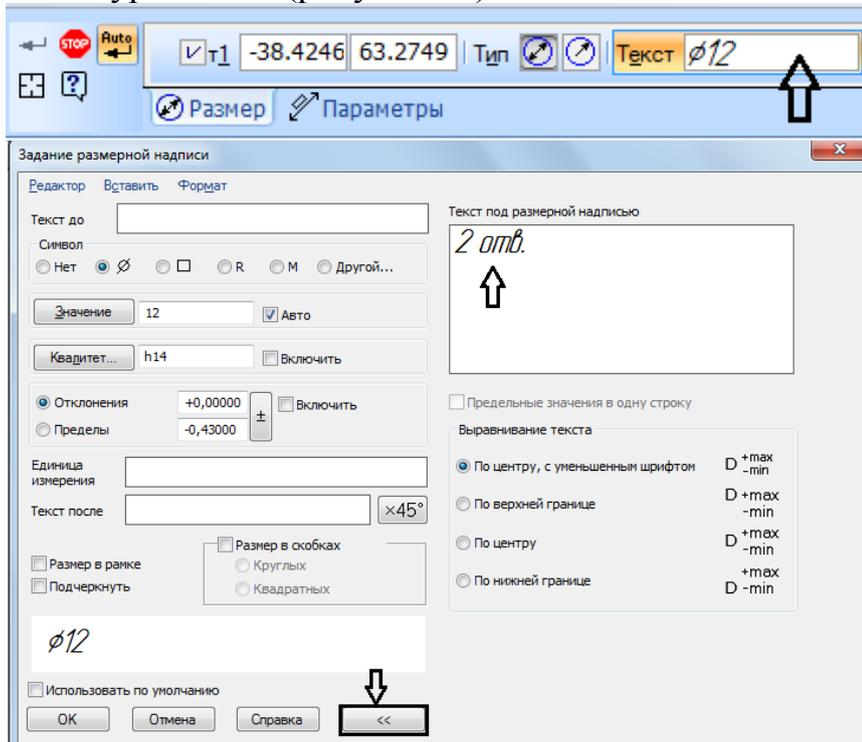

Рисунок 19.
14. Для простановки диаметрального размера на два отверстия необходимо: выбрать «диаметральный размер», нажать курсором на окно **Текст** - Ø12мм. Откроется окно «Задание размерной надписи», нажать на расширение окна **>>** и в графе **Текст под размерной надписью** набрать с клавиатуры **2 отв.** (рисунок 19).